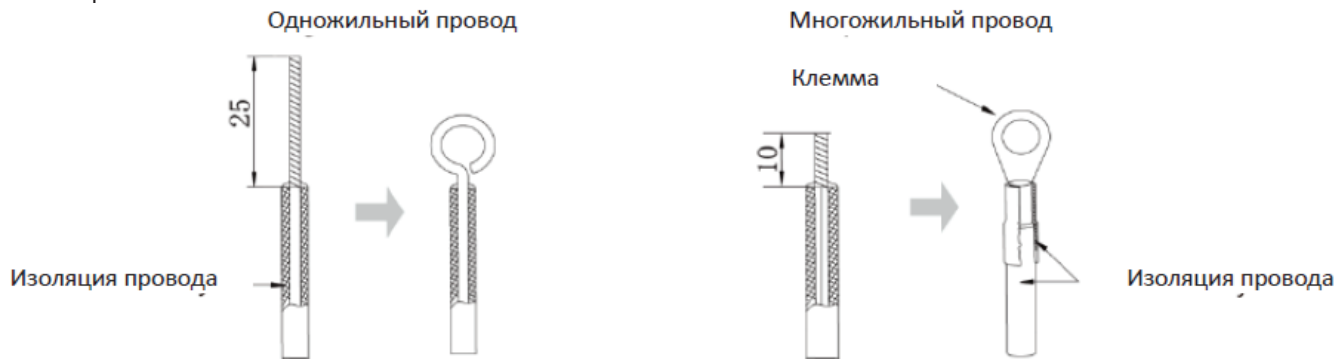

Рис. 6.1.1
(1) Подключение сплошного кабеля (см. рис. 6.1.1)